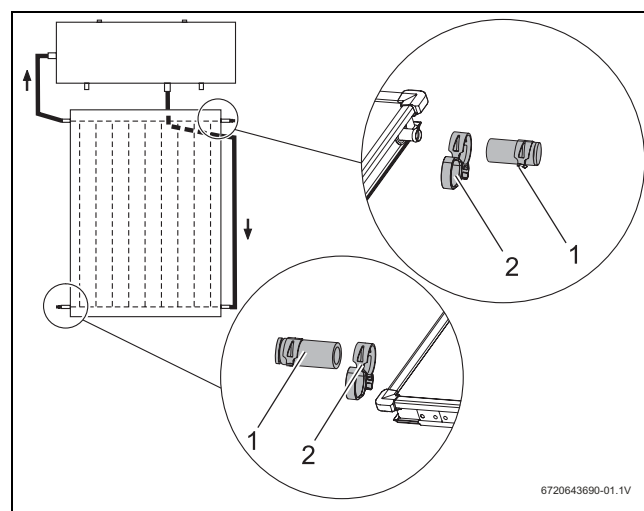

Fig. 42 Bride du compensateur avec anneau de sécurité et bouchon borgne prémonteré
- Insérer le bouchon borgne (→ fig. 42, [1]) avec bride du compensateur [2] sur les deux raccords libres du champ de capteurs.